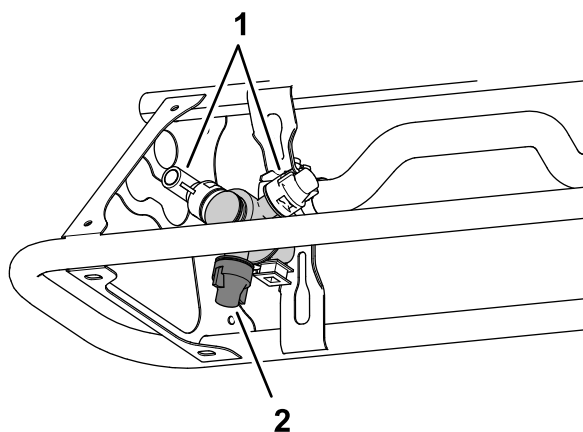

Рисунок 40
1. Убедитесь, что сопла, которые вы хотите проверить, находятся в активном положении опрыскивания (направлены вниз) (Рисунок 40).